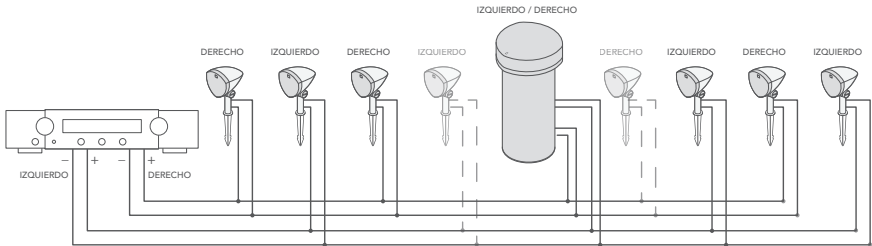

Figura 3
5. Pase el cable del altavoz a través de la zanja, tal como se describe en las instrucciones de cableado de la sección 6 "Instalación de los altavoces satélite" en la página siguiente. Recomendamos dejar entre 14 y 16 pulgadas de cable sobrante por altavoz para que el cable no se retuerza o se tense al recubrir el cable de polvo en la zanja. La Figura 3 muestra el cableado de un sistema completo que utiliza un amplificador estéreo. Tenga en cuenta que se puede comprar e instalar un par adicional de satélites para aplicaciones ligeramente más grandes.
1. Con todos los altavoces y subwoofers correctamente conectados, asegúrese de que el amplificador/receptor esté apagado. Conecte los cables del altavoz izquierdo/derecho a los terminales respectivos positivo (+) y negativo (-) del amplificador/receptor (consulte el diagrama de cableado del amplificador en la figura 3).